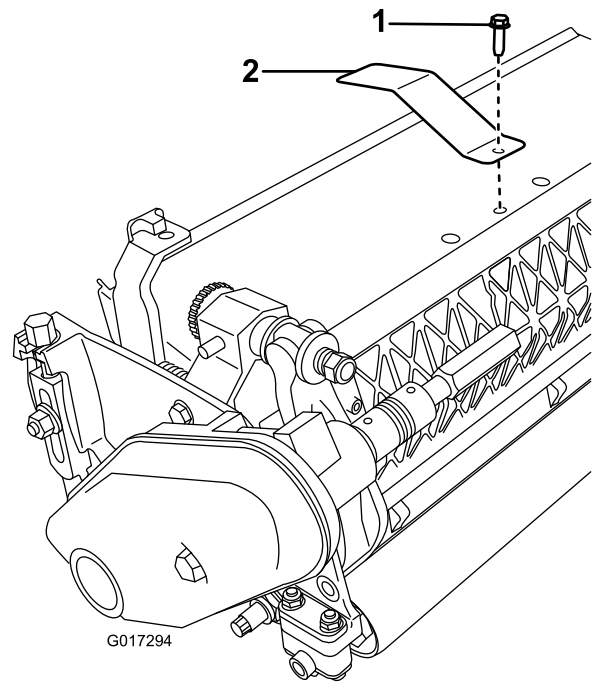

Figura 13
2. Remova o parafuso central do resguardo de relva (Figura 13).
3. Instale a placa alvo na parte superior da unidade de corte (por baixo do resguardo de plástico) utilizando o parafuso que removeu previamente (Figura 13).